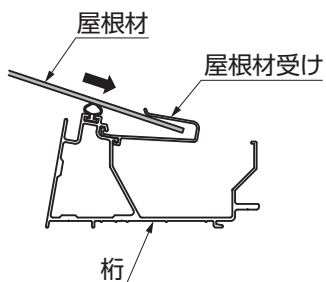

図15-3 B部詳細図
- ③屋根材を屋根材受けに、差込んでください。(図15-3参照)